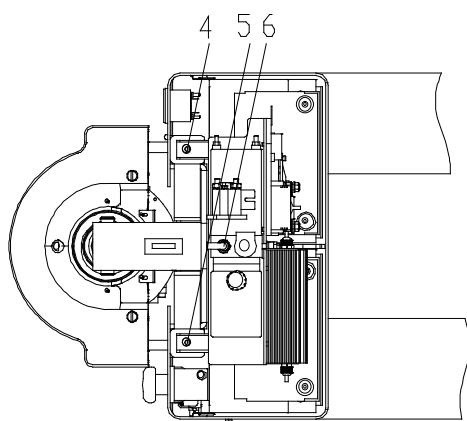

図 8
- (図 8)ネジ4と5を緩め、オイルチューブコネクタ6を取り外して下さい。